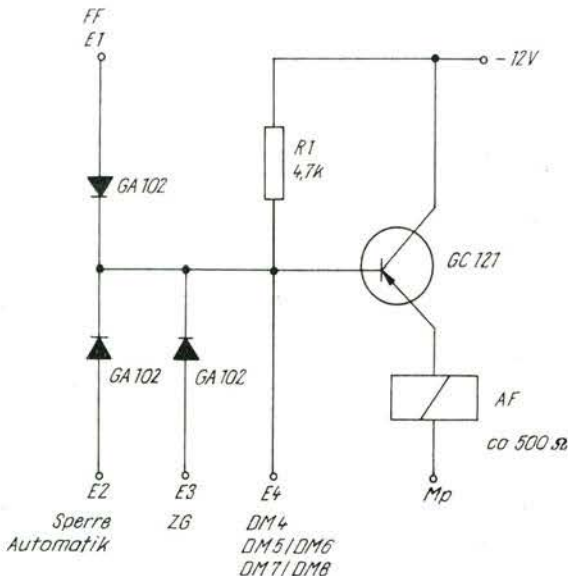

Bild 17 Anwahlrelais — Fahrstraße
2.4.2.5. Anwahlrelais-Fahrstraße (AF Bild 17)